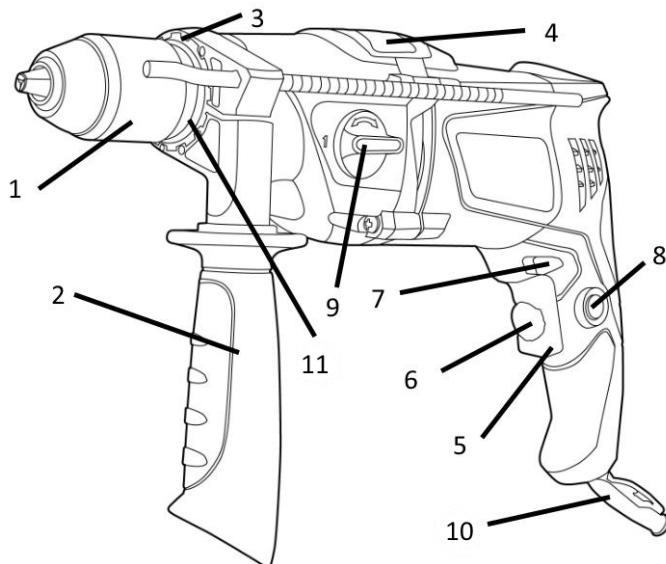

Рисунок 1
Виріб має два режими свердління: ударно-обертальний і обертальний. Перемикання режимів роботи виробу здійснюється переведенням перемикача (4) (див. рис.1) У крайні позиції до відповідного символу режиму роботи:
- ударно-обертальний режим - перемикач (4) повинен бути переведеним до упору у бік символу
- обертальний режим - перемикач (4) повинен бути переведеним до упору у бік символу
4.2 Виберіть необхідний режим роботи виробу за допомогою перемикача (4) (див. рисунок 1). Перемикання режимів роботи виробу здійснюється переведенням перемикача (4) з одного крайнього положення в інше, в бік відповідного символу режиму роботи:
- ударно-обертальний режим - перемикач (4) повинен бути переведеним до упору у бік символу **T**;
- обертальний режим - перемикач (4) повинен бути переведеним до упору у бік символу **¶**.